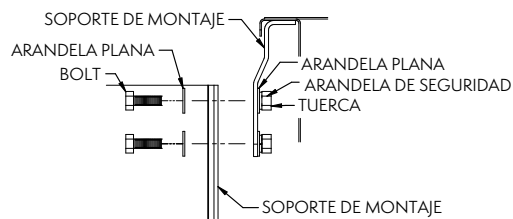

Figura 21 – Instalación de canaleta de montaje
2. Use arandelas planas, arandelas de seguridad y tuercas de 3/8" (10 mm) para unir la canaleta de montaje al soporte, como se muestra en la **Figura 21**.